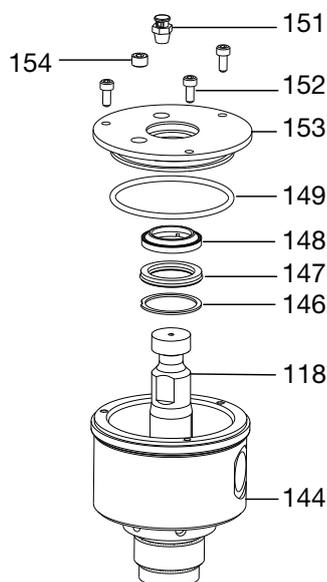

図 43
36. 新しい O リング (149) 、接液カップワイパー (148)、シール (147) とスナップリング (146) を接液カップカバー (153) に取り付けます。図 43。
37. 接液カップカバー (153) を置換ロッド上に注意深くスライドさせます。カバーと接液カップの穴をまっすぐに並べます。ネジ (152) を差し込みます。六角ドライバーを使って、ネジを締めます。図 43。